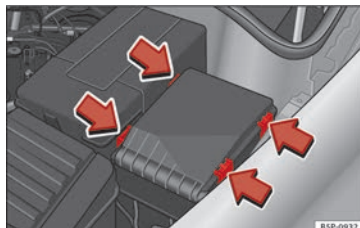

Fig. 174 Nel vano motore: coperchio della scatola dei fusibili.
- Premere le linguette di blocco nella direzione indicata dalle frecce per sbloccare il coperchio della scatola dei fusibili »» **fig. 174.**